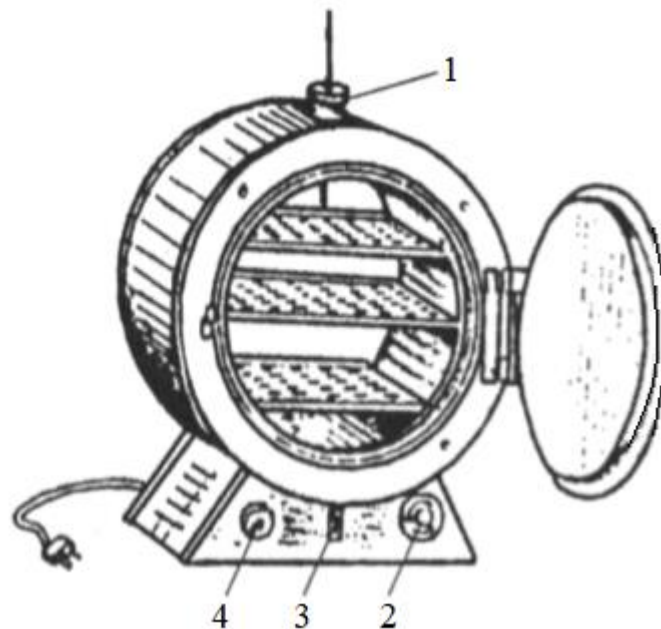

Рис. 38 – Шкаф сушильный (электрический):
*Шкафы сушильные электрические* (рис. 38) незаменимы для высушивания осадков. Шкафы снабжены терморегулятором, который автоматически поддерживает необходимую температуру внутри шкафа. Температура контролируется термометром и управляется переключателем. Внутри шкафа имеются полки с отверстиями, в которые помещают воронки с осадками.